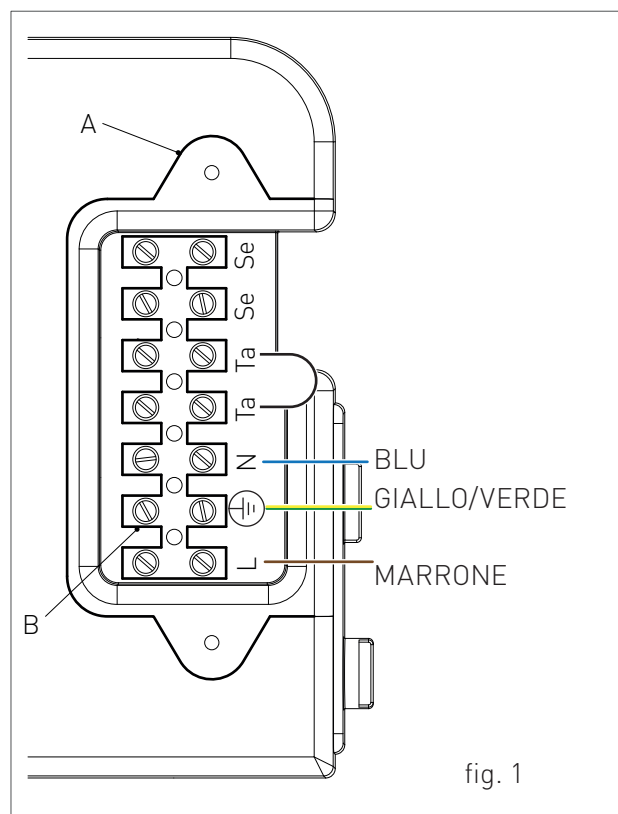

fig. 1
- > svitare le due viti e rimuovere il piastrino "A" (vedi fig. 1).
- > una volta rimosso il piastrino effettuare i seguenti collegamenti sulla morsettiera "B" (vedi fig. 1):